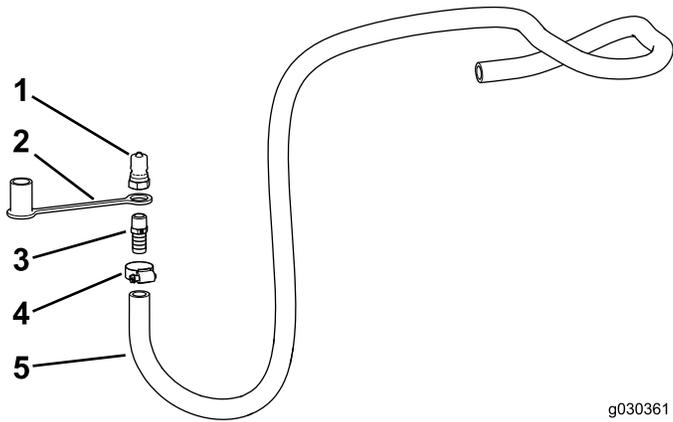

Figura 28
- Enrosque el acoplamiento recto (espiga dentada $\frac{3}{8}$ " NPT x $\frac{5}{8}$ " en el acoplamiento macho (Figura 28).
- Coloque el tapón guardapolvo sobre la espiga del conjunto (Figura 28).